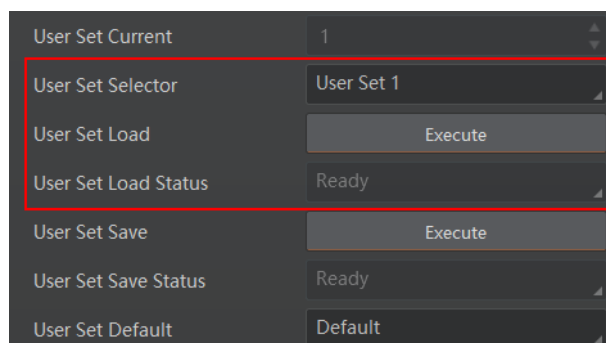

图8-16 加载参数设置
- 加载参数：在连接设备但不预览时，可对设备进行加载参数的操作。通过 *User Set Selector* 参数下拉选择其中一套参数，点击 *User Set Load* 处的“Execute”，即可将选择的一套参数加载到相机中，如图8-16所示。